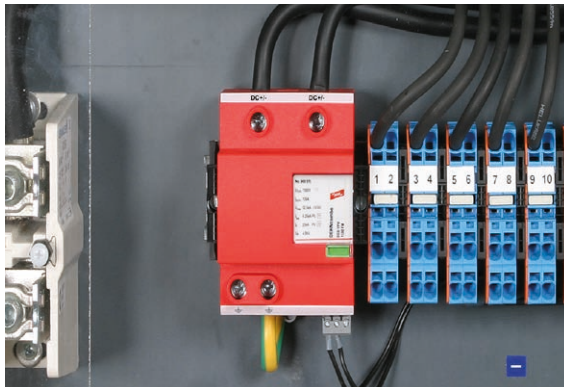

Bild 6 Kombi-Ableiter Typ 1, DEHNcombo YPV, zum Schutz von Photovoltaik-Systemen vor Überspannungen und bei direkten Blitzteilströmen
Der Kombi-Ableiter DEHNcombo YPV... (FM) (Bild 6) erfüllt mit seiner bewährten fehlerresistenten Y-Schutzbeschaltung die vorgenannten Anforderungen. PV-Generatoren mit bis zu 10.000 A können mit DEHNcombo YPV... (FM) vorsicherungsfrei geschützt werden. Dieser Kombi-Ableiter vereint die Funktion Blitzstrom- und Überspannungs-Ableiter in einem Gerät. Damit wird ein hochwirksamer Endgeräteschutz erreicht. Mit seinem Ableitvermögen I_{total} von 12,5 kA (10/350 μ s) lässt er sich flexibel selbst in den höchsten Blitzschutzklassen einsetzen. Er ist für Spannungen $U_{CPV} \leq 1200V$ und $\leq 1500V$ verfügbar. Seine Baubreite beträgt dabei lediglich 4 TE. Er ist somit der ideale Typ 1 Kombi-Ableiter für den Einsatz in photovoltaischen Stromerzeugungsanlagen.